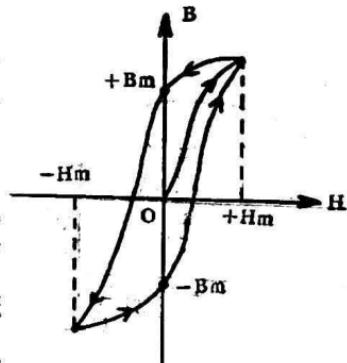
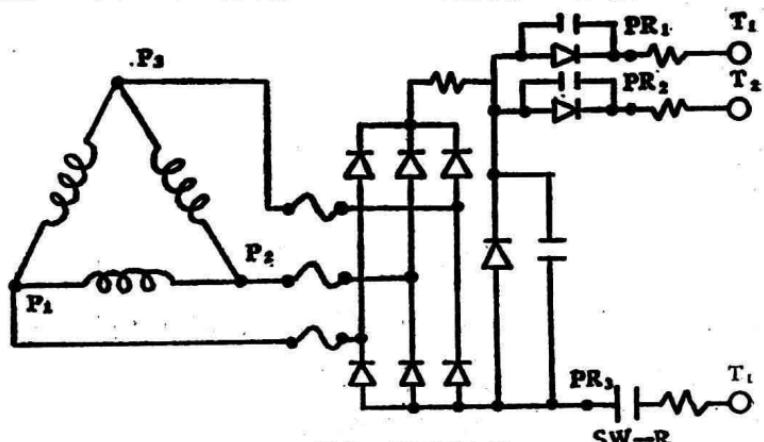

图12 磁滞回线
图13 磁予调电路
(2) 磁予调结构：磁予调结构是岛津X线机的特点之一，因为高压变压器铁芯在交流电流作用下反复地磁化和去磁，这样就有磁滞损失，这就是铁芯特有的磁滞回线（见图12），磁滞回线所包含的面积越大，能量损耗也越大， H 为磁场强度，(B)为磁感应强度，我们总是希望 B_m (剩磁)尽可能的减小，一般有两种办法可以减小 B_m ；
①选择磁滞回线狭小的软磁材料，如在高频电子电路中采用铁氧体等软性材料。
②采用磁予调办法，也就是本电路所采取的方法。在高压变压器初级电路中预先加上直流反向电压进行反向瞬间去磁，以抵消变压器剩磁，图13就是磁予调电路。
从图13中可以看出，在摄影时，摄影机上闸SW-R常开接点闭合，高压变压器初级T₁对T₂、T₃有一个-20V直流电压进行反向充磁以抵消交流电压所产生的剩磁。在透视时，因为负载小，而且采用单相供电，所以磁予调结构不起作用。P₁、P₂、P₃是绕在自耦变压器上的三组线圈，是三角形接法。